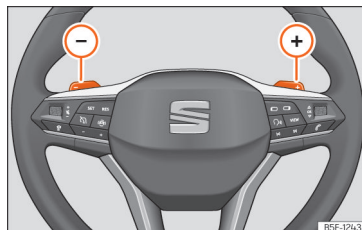

Abb. 89 Lenkrad: die Hebel für Automatikgetriebe.
- Tippen Sie die Schaltwippe (+), um einen Gang hochzuschalten »» **(Abb. 89)**.